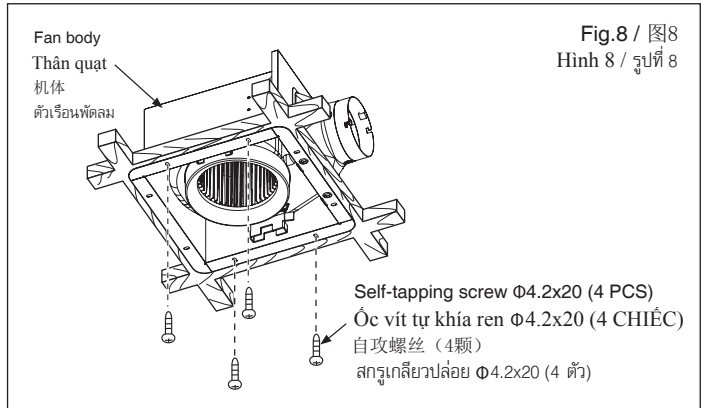
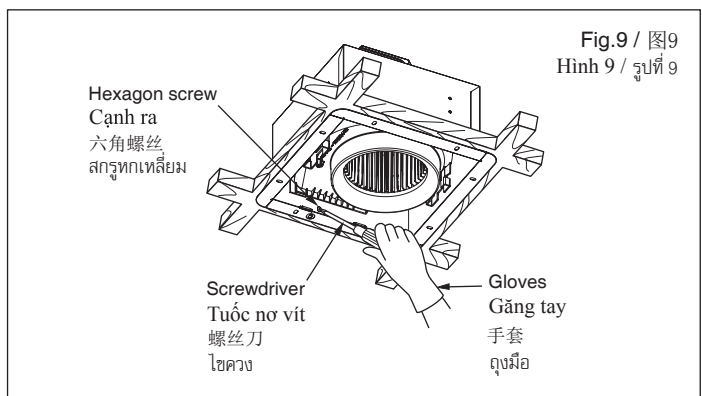

Fig.8 / 图8
Fig.9 / 图9
- ⑥ Fix fan body firmly with 4 self-tapping screws $\Phi 4.2 \times 20$. (Fig.8)
- ⑥ Cố định thân quạt chắc chắn bằng 4 chiếc vít tự khóa ren $\Phi 4.2 \times 20$. (Hình 8)
- ⑥ 用自攻螺丝 $\Phi 4.2 \times 20$ (4颗) 将机体牢固的固定 (图8)。
- ⑥ ยึดตัวเรือนพัดลมให้แน่นด้วยสกรูเกลียวปล่อยขนาด $\Phi 4.2 \times 20$ จำนวน 4 ตัว (รูปที่ 8)
- ⑦ Fix adaptor assembly and fan body firmly with hexagon screw removed in step ②. (Fig.9)
- ⑦ Cố định cụm đầu nối và thân quạt chắc chắn bằng ốc vít lục giác được tháo ra trong bước ②. (Hình 9)
- ⑦ 用步骤②中拆下的螺丝将机体与接头组合牢固的固定起来 (图9)。
- ⑦ ยึดชุดท่อต่อและตัวเรือนพัดลมให้แน่นด้วยสกรูหกเหลี่ยมที่ถอดออกในขั้นตอนที่ ② (รูปที่ 9)